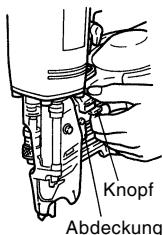

Abb. 1
(1) Die Nägel in das Magazin einlegen.
- Öffnen Sie die Nagelführung durch Drücken der Verriegelung. (Siehe Abb. 1)